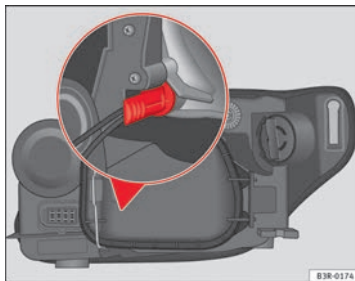

Abb. 212 Standlicht. Halter des Lampenträgers in senkrechter Stellung
- Die Glühlampe am Sockel so einsetzen, dass der Halter des Lampenträgers zur Wand in senkrechter Stellung bleibt ⇒ Abb. 212, und Druck auf den Sockel ausüben.